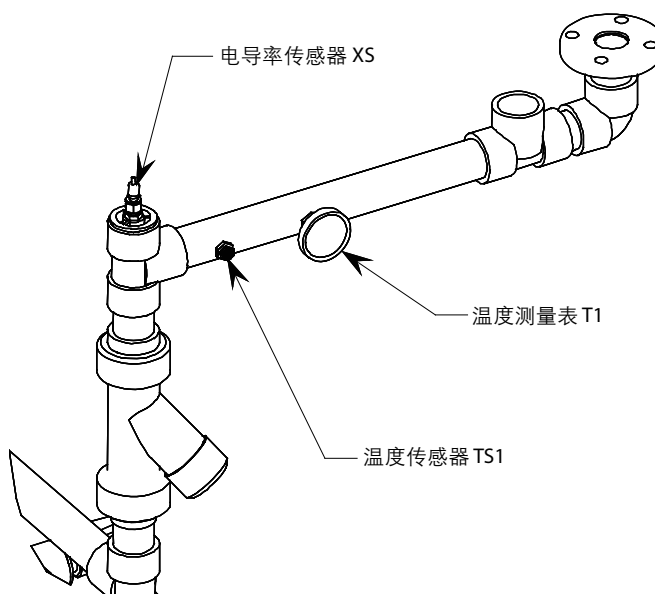

图 5.61 - 温度和电导率传感器
热交换器 (HTX1) 通常是由铜管和铜接头制成的液-气交换设备。有主风扇和辅助风扇用于冷却设备。风扇由温度传感器 TS1 控制(如图 5.61 所示)。还可使用不锈钢液-液板型交换器。
温度由温度测量计 (T1) 指示，如图 5.61 所示。
内嵌式电导率传感器 (XS)(如图 5.61 所示)用于测量液体电导率。传感器向安装在泵柜门上的测量仪表发送信号。两个电导率开关是测量仪表的一部分。这两个开关被设置为电导率为 $1\mu\text{S}/\text{cm}^3$ 时为通知警告值，电导率为 $2\mu\text{S}/\text{cm}^3$ 时为跳闸值。
本温度传感器 (TS1)(如图 5.61 所示)用于在进入变流器柜的液体温度过高时触发变频器停止运转。由于风扇故障、空气通道堵塞或温控阀故障而导致热交换器的空气冷却功能关闭时，会出现此情形。